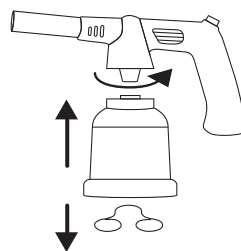

РИС. 1
1. При подключении, замене газового баллона рядом не должно быть других людей. Отделите (открутите) против часовой стрелки горелку-насадку от корпуса (емкости для газового баллона), извлеките фиксатор газового баллона из корпуса, (РИС. 1).